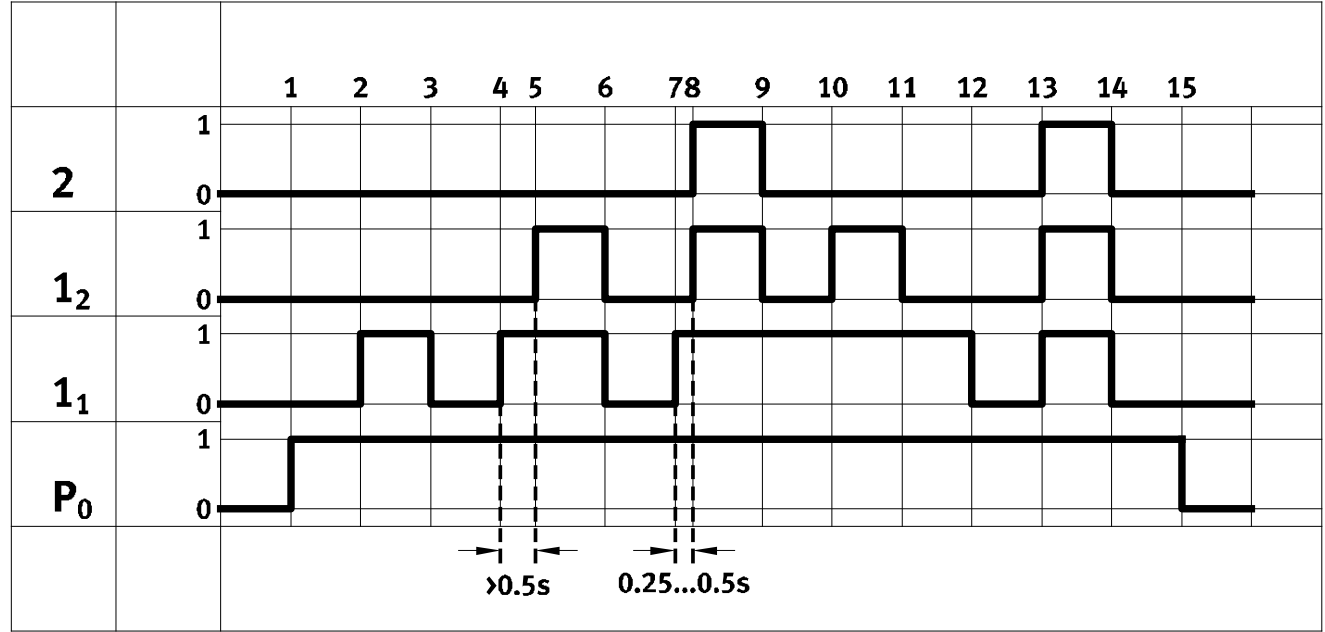

Fig. 5 Test de fonctionnement, étapes 1 à 15
- 2. Appliquer une pression progressive sur les entrées 1₁ et 1₂, comme indiqué dans la Fig. 5.
- 3. À chaque étape, vérifier si la sortie 2 se comporte comme indiqué dans la Fig. 5.